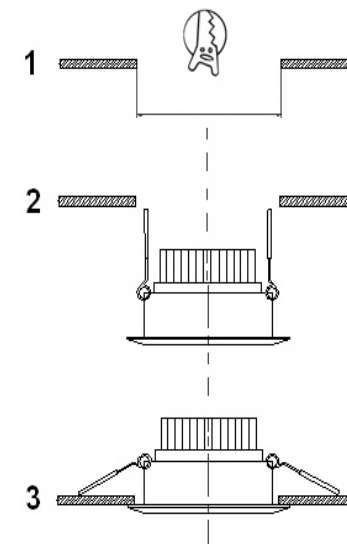

Рис.1. Установка светильника
- b) Подготовьте проем (вырез) в монтажной поверхности под установку светильника – 1 (Рис.1).
- e) Установите светильник в подготовленный проем, предварительно прижав вверх к корпусу фиксирующие клипсы – 2 (Рис.1). Не допускайте пережатия питающих проводов;
- f) Убедитесь, что светильник надежно удерживается в проеме – 3 (Рис.1).;
5. Подключение и установка светильника (Рис. 1)